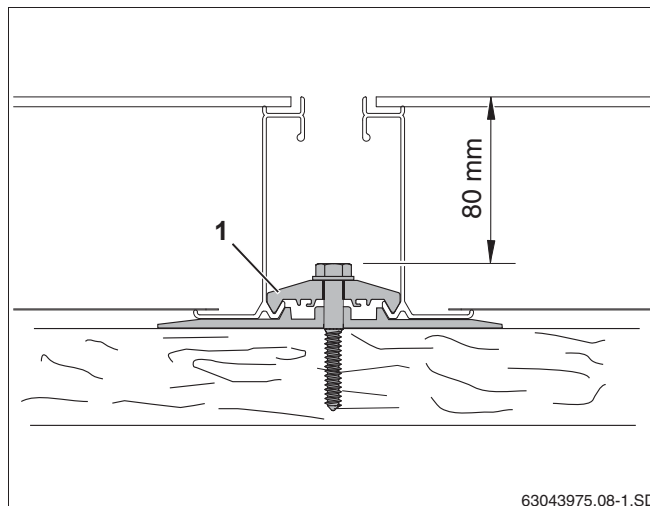

Рис. 28 Затягивание двухстороннего прижима
- ▶ Затяните винт двухстороннего прижима (рис. 28, **поз. 1**). Для этого используйте торцовый гаечный ключ SW 10 длиной минимум 80 мм.